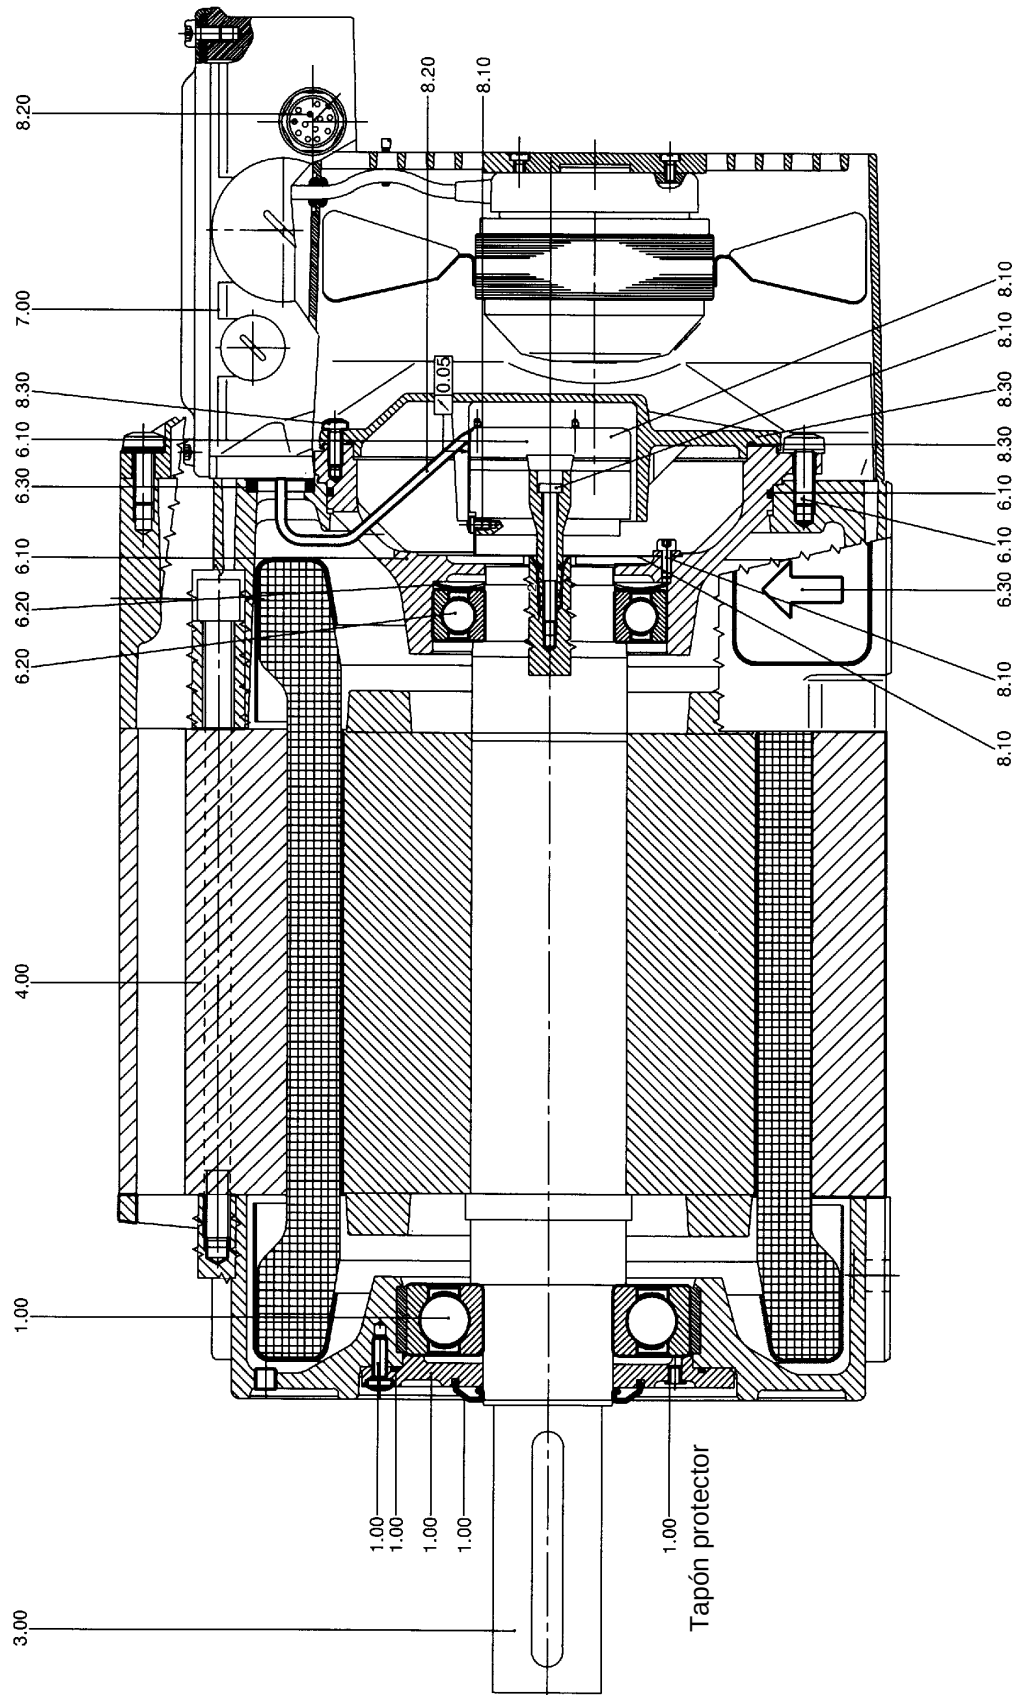

Fig. 9 PH7 IM B3
- Para proteger el agujero de centrado, atornillar un prisionero, p. ej. DIN 913-M5x30 (v. Fig. 9) en el extremo del eje y extraer el captador introduciendo un tornillo M6